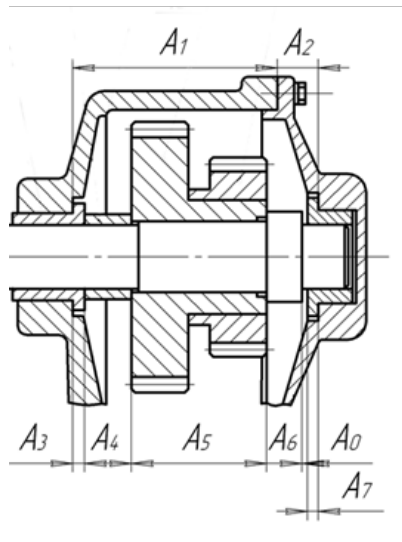

Рисунок 2
13. На сборочном чертеже (рис.2) найдите размеры, относящиеся к "увеличивающим"
14. На сборочном чертеже (рис.2) найдите размеры, относящиеся к уменьшающим